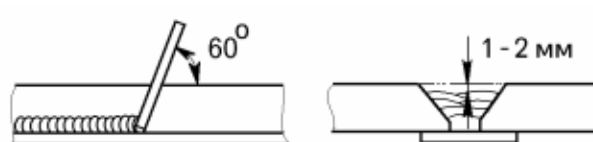

Рисунок 13.4
- предпоследний слой наплавлять до уровня на 1 – 2 мм ниже поверхности основного металла (рисунок 13.4).